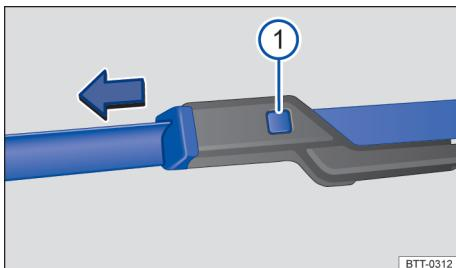

Fig. 159 Substituir as palhetas dos limpadores do para-brisa.
- Manter o botão de destravamento → Fig. 159 ① pressionado e, ao mesmo tempo, retirar a palheta do limpador do para-brisa no sentido da seta.